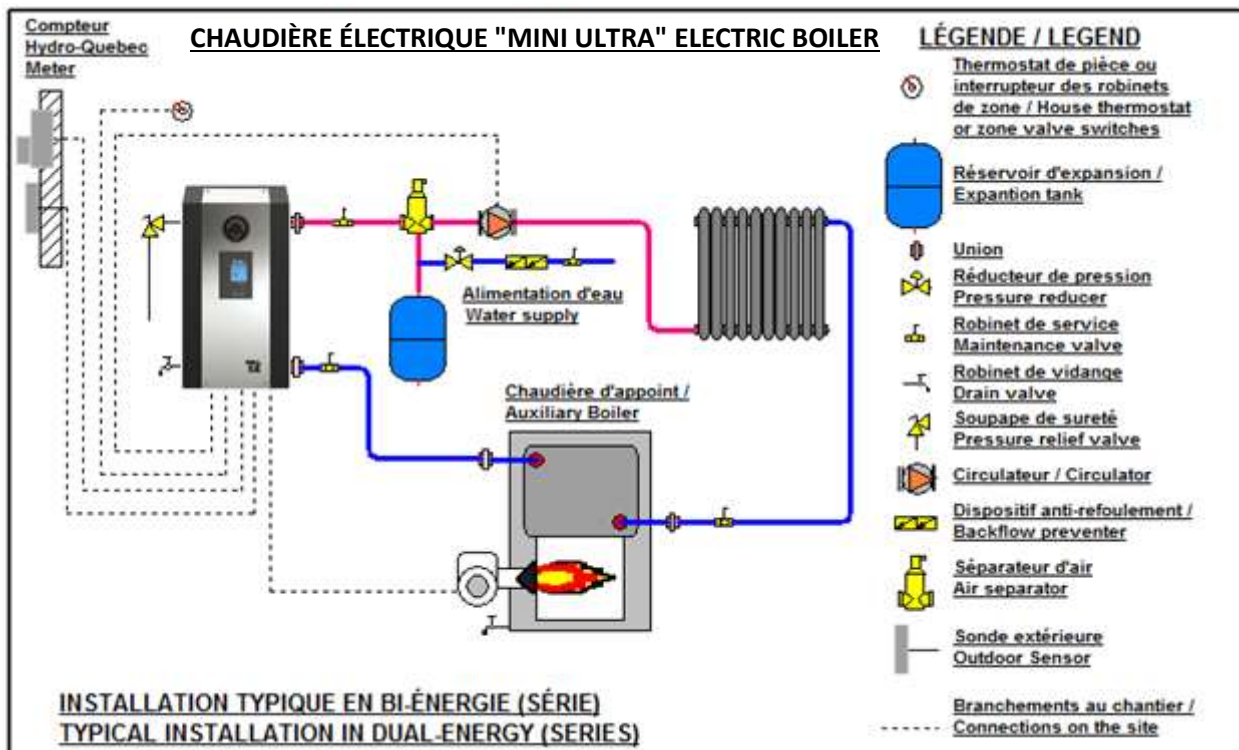

Figure 6 : Installation Bi-  nergie en s  rie (mod  les USA seulement)
N.B: Assurez-vous de bien positionner les ports A-B et AB de la valve trois voies (Voir fig. 6).